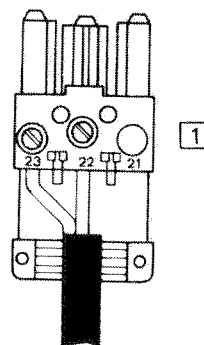

Abb. 3.6
1. Anschlußleitung vom Außentempersensor (2-adrig) in Gegenstecker **1** entsprechend Abb. 3.6 anschließen. Die Adern sind vertauschbar.